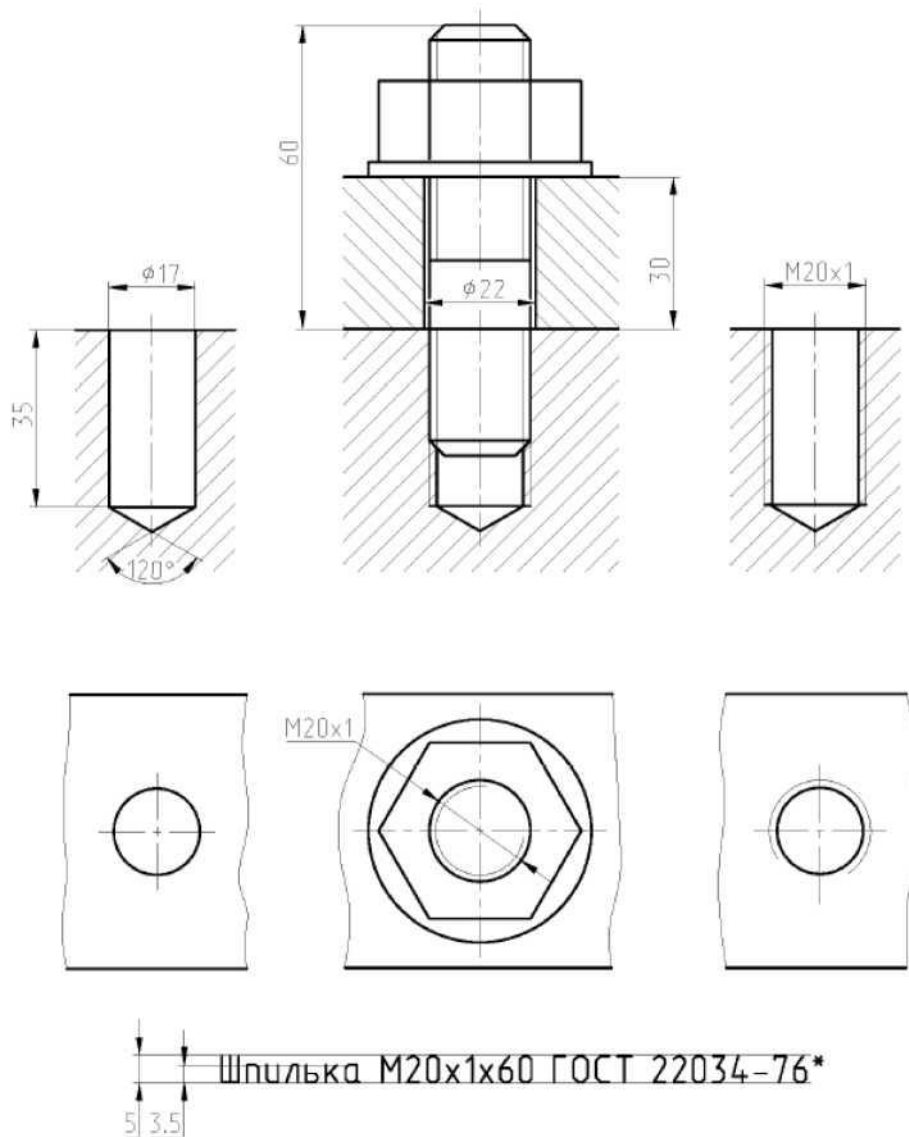

Рис.7. Образец выполнения задания шпилечного соединени
1. Шпилечное соединение требуется вычертить в двух изображениях: главный вид с фронтальным разрезом и вид сверху. Вычерчивают также глухое сверленное отверстие и глухое отверстие с резьбой (рис.7).
9. По образцу, приведенному на рис. 7 проставить необходимые размеры и написать шрифтом 5 условное обозначение шпильки, обращая внимание на обозначение резьбы с мелким и крупным шагом и материал присоединяемой детали. Например: Шпилька М20х60 ГОСТ 22034-76* (шпилька с диаметром резьбы $d = 20$ мм, крупным шагом, длиной $L = 60$ мм, для деталей из чугуна); Шпилька М20х1х60 ГОСТ 22034-76* (то же с мелким шагом 1 мм).